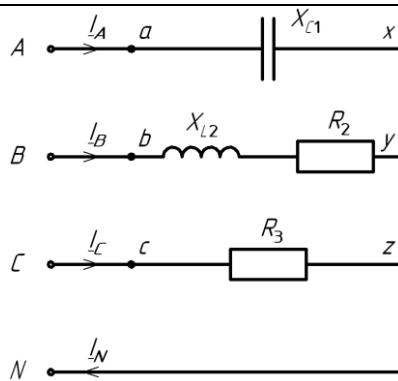

Рис. 5.
**Задача 5.** Трёхфазная электрическая цепь, фазы которой соединены «звездой с нейтральным проводом» (четырёхпроводная звезда), подключена к симметричному трёхфазному источнику с линейным напряжением  $U_L$  (рис. 5). Необходимо определить: